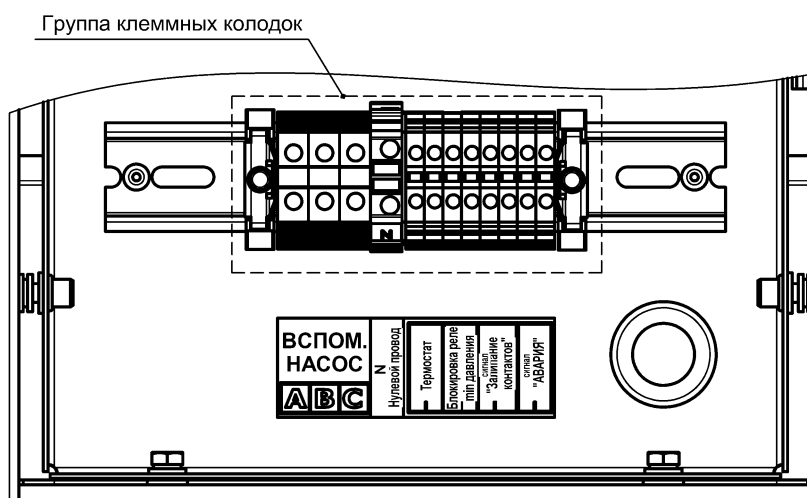

Рисунок 5. Группа клеммных колодок
5.17 Группа клеммных колодок (рис. 5) предназначена для подключения:
7.2.11 В системе отопления необходимо использовать основной и вспомогательный циркуляционные насосы. Данные номинальной производительности циркуляционного насоса приведены в таблице 1. Вспомогательный насос необходим для исключения аварийных ситуаций, которые могут возникнуть при внештатном прекращении работы основного насоса. Предусмотрена возможность подключения вспомогательного насоса электрической мощностью не более 10 кВт (400В) к клеммным колодкам (см. рис. 5).
7.3.4.4 Выполнить трёхпроводное подключение вспомогательного насоса в соответствии с текстовыми аппликациями (рис.5).
7.3.4.5 Подключить внешний нулевой провод к клеммной колодке в соответствии с текстовыми аппликациями (рис.5). Сечение нулевого провода не менее  $1,0\text{мм}^2$ .
7.3.4.6 При необходимости подключить внешний термостат и внешнее устройство снятия сигналов об аварии (блокировка реле мин. давления, залипание контактов, АВАРИЯ ) к клеммным колодкам в соответствии с текстовыми аппликациями (рис.5).